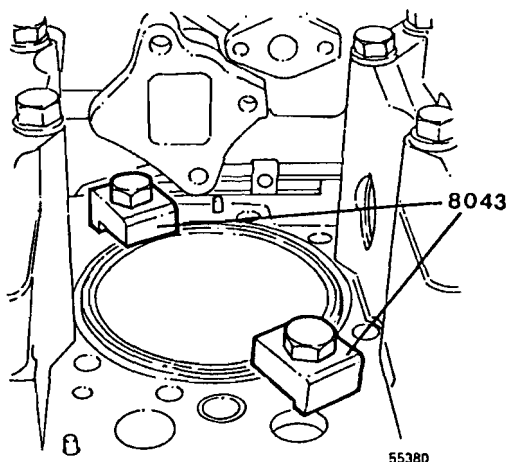

Fig. 118
- 50 Quitar la herramienta 8006 y montar las dos 8043 que sirven para mantener en su sitio la camisa, véase fig. 118.
- 55 Quitar las herramientas 8043 del bloque (fig. 118).